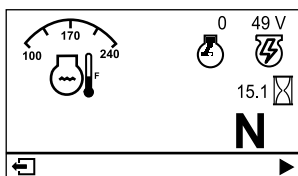

Figure 23
- **Écran d'information principal** (Figure 23) : affiche les données actuelles de la machine quand la clé est à la position CONTACT.